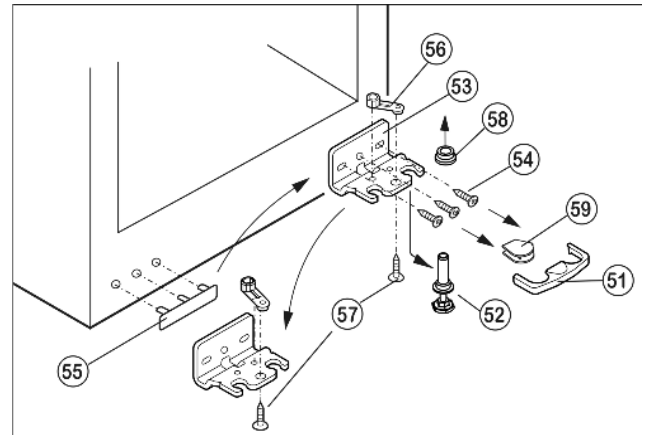

Fig. 16
- ▶ Предохранитель Fig. 16 (51) снимите движением вперед.
- ▶ Снимите крышку Fig. 16 (59).*
- ▶ Полностью вверните регулируемую опору Fig. 16 (52).
- ▶ Вытяните опорный палец Fig. 16 (52) вниз и вперед. При этом следите за гнездом шарнира Fig. 16 (58).
- ▶ Открутите опорный кронштейн Fig. 16 (53) (3 x Torx 25) Fig. 16 (54).
- ▶ Открутите опорную деталь Fig. 16 (56) (1 Torx 25) Fig. 16 (57) и, переставив в отверстие на противоположной стороне опорного кронштейна, снова прикрутите.
- ▶ Осторожно приподнимите и переставьте крышку Fig. 16 (55) со стороны ручки.
- ▶ Снова прикрутите опорный кронштейн Fig. 16 (53) на новой стороне шарнира при необходимости с помощью аккумуляторного шуруповерта **с усилием мин. 4 Нм**.
- ▶ Установите крышку Fig. 16 (59) на противоположной стороне.*
- ▶ Предохранитель (51) нужно зафиксировать сбоку на кронштейне, чтобы опорный палец и двери были защищены от выпадения.
- ▶ Снова защелкните предохранитель (51) на опорном кронштейне.
- ▶ Наденьте гнездо шарнира Fig. 16 (58).